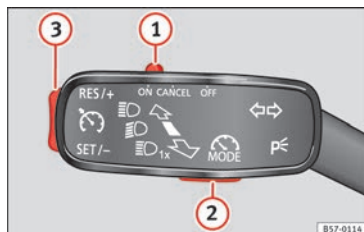

Fig. 187 A sinistra del piantone dello sterzo: comando e tasti per l'uso del regolatore di velocità.
Se si desidera disattivare temporaneamente il limitatore di velocità, ad esempio per sorpassare un altro veicolo, porre il comando » **fig. 187** ① della leva degli indicatori di direzione in posizione **CANCEL** porre la terza leva nel punto di pressione **CANCEL** o premere il tasto ② di qualsiasi leva.